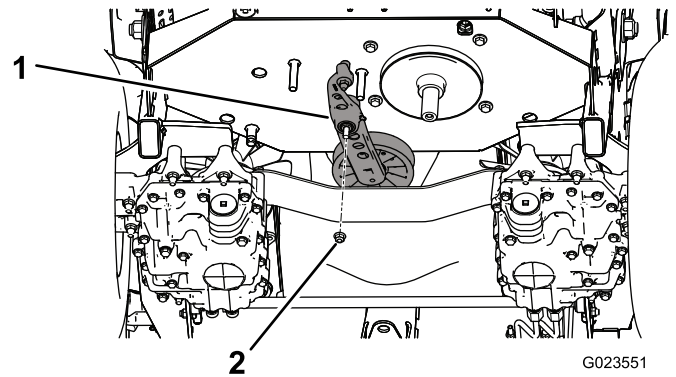

Figura 57
5. Retire a porca que fixa o conjunto tensor à estrutura (Figura 57).